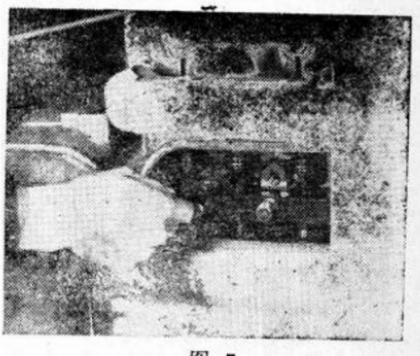

图 5
2. 用千分片插入气门脚间隙中，如响声减小或消失，即为间隙过大（图 5）。